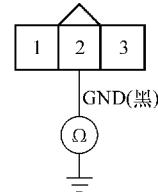

图 4-25 点火线圈插头 2 号端子与车身搭铁之间的导通性
19) 将点火开关旋至锁定 (0) 位置。
20) 如图 4-25 所示, 检查故障气缸的点火线圈 3 芯插头 2 号端子与车身搭铁之间是否导通。